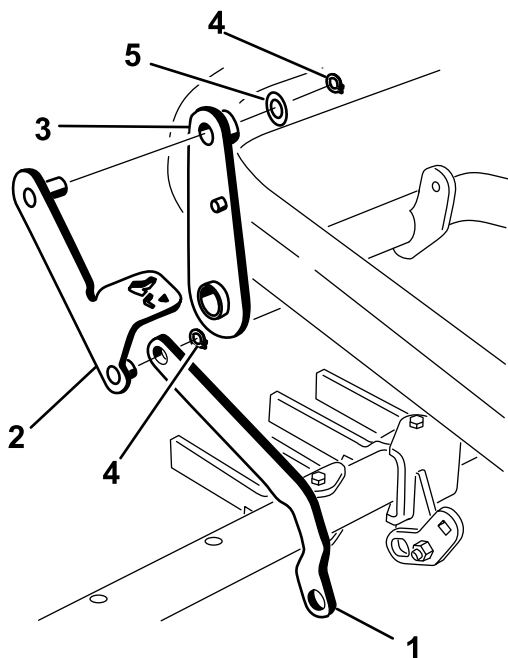

Figura 15
- Coloque el extremo de la pletina de unión sobre la clavija corta de la palanca del pedal, y sujételo con un anillo de retención (Figura 15).
- Introduzca la clavija del otro extremo de la palanca del pedal en el extremo superior de la palanca y sujétela usando una arandela ($\frac{7}{8}$ ") y un anillo de retención (Figura 15).